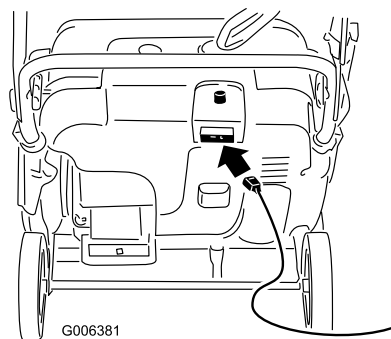
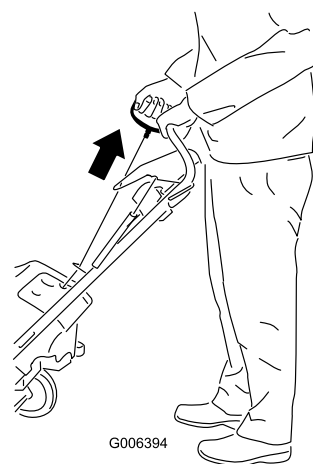

Figure 14
Figure 15
4. Raccordez la rallonge au secteur et à la déneigeuse, puis appuyez sur le bouton du démarreur électrique (modèle 38577 uniquement) (Figure 14), ou tirez la poignée du lanceur (Figure 15).